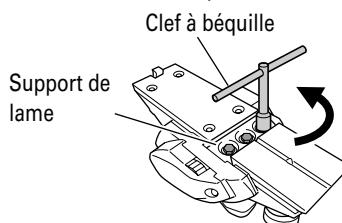

Fig. 7
(1) Comme indiqué à la Fig. 7, utiliser la clé à douille fournie en accessoire pour retirer les trois boulons de fixation de la lame, puis retirer le support de lame.